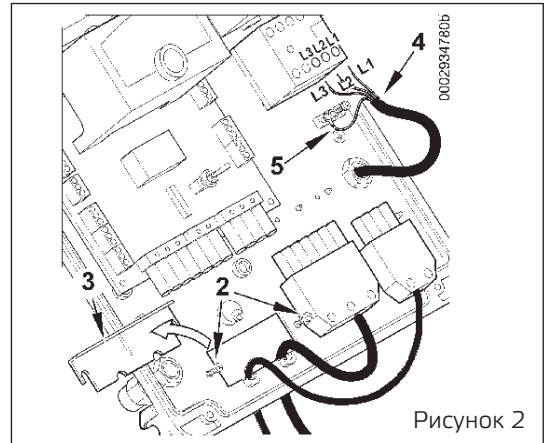
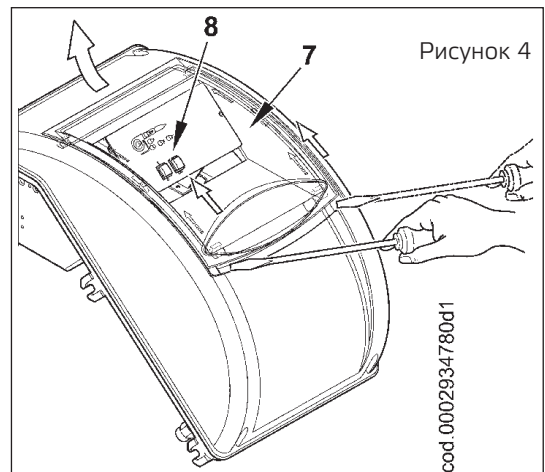

Рисунок 2
Рисунок 4
- Снимите крышку, отвернув четыре винта (1), как показано на рисунке 1, не убирая прозрачное окошко. Так будет получен доступ к электрическому щиту горелки.
- Ослабьте винты (2). После того как вы сняли кабельный зажим (3), пропустите через отверстие 7- и 4- штырьковые разъемы (рис. 2). Подсоедините токоподводящие провода (4) к дистанционному выключателю, закрепите заземляющий провод (5) и затяните соответствующий кабельный зажим.
- Установите зажимную пластинку, как показано на рисунке 3. Поверните эксцентрик (6) так, чтобы пластинка должным образом надавила на два провода. После этого затяните крепежные винты пластинки. Наконец, соедините два разъема, 7- и 4-штырьковый.
- 4) Чтобы снова закрыть крышку электрической панели, ввинтить 4 винта (1) оказывая момент зажима, составляющий примерно 5 Нм, чтобы обеспечивать правильную герметичность. Для получения доступа к приборному щитку (8) отцепите прозрачное окошко (7) легким нажатием инструмента (например, отвертки) в направлении стрелок (на рис. 4). Пусть окошко слегка продвинется, после чего снимите его с крышки.
- 5) Для правильного расположения прозрачного окошка на щите следовать рисунку 5. Поместить крюки в соответствующие гнезда (9) и продвинуть окошко в направлении, указанном стрелкой, до тех пор, пока не раздастся лёгкий щелчок. Теперь должное уплотнение гарантировано.